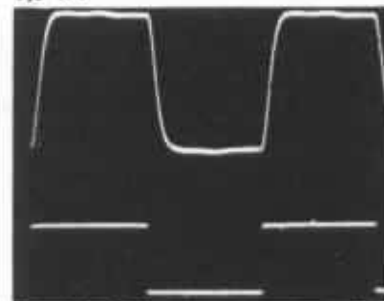

Fig. 12 : Réponse en signal carré à 10 kHz.
- Réponse signal carré : cf. fig. 12.